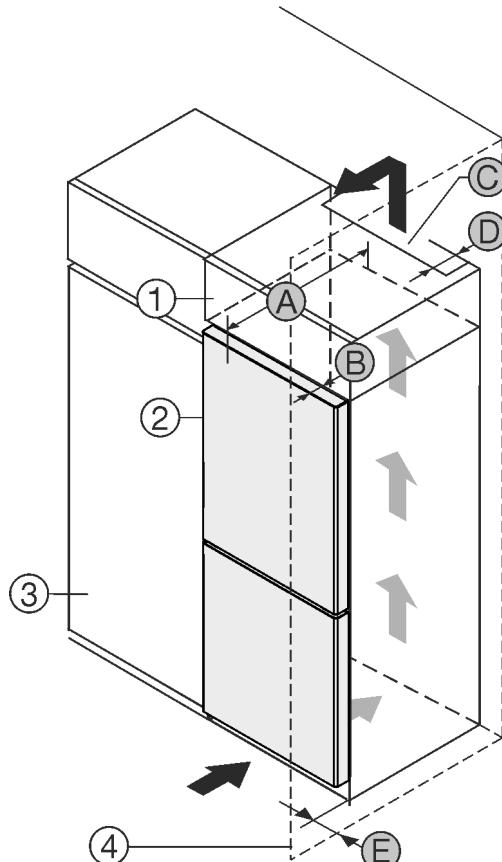

Fig. 1
您可以将冰箱直接放置在餐具柜 Fig. 1 (3) 旁边。\*
在附加柜背面必须有一个竖风道，其深度 Fig. 1 (D) 应超过整个附加柜宽度。\*
盖板下必须保有通风横截面 Fig. 1 (C)。\*
如果将带铰链的冰箱放置在墙壁 Fig. 1 (4) 边，冰箱和墙壁必须至少相距 13 mm。\*
如果将带铰链的冰箱放置在墙壁 Fig. 1 (4) 边，冰箱和墙壁必须至少相距 20 mm。\*
为了能完全打开门，冰箱必须凸出橱柜正面一定门深度 Fig. 1 (B)。根据餐具柜 Fig. 1 (3) 的深度，使用壁距调整垫片可以使冰箱更为凸出。\*